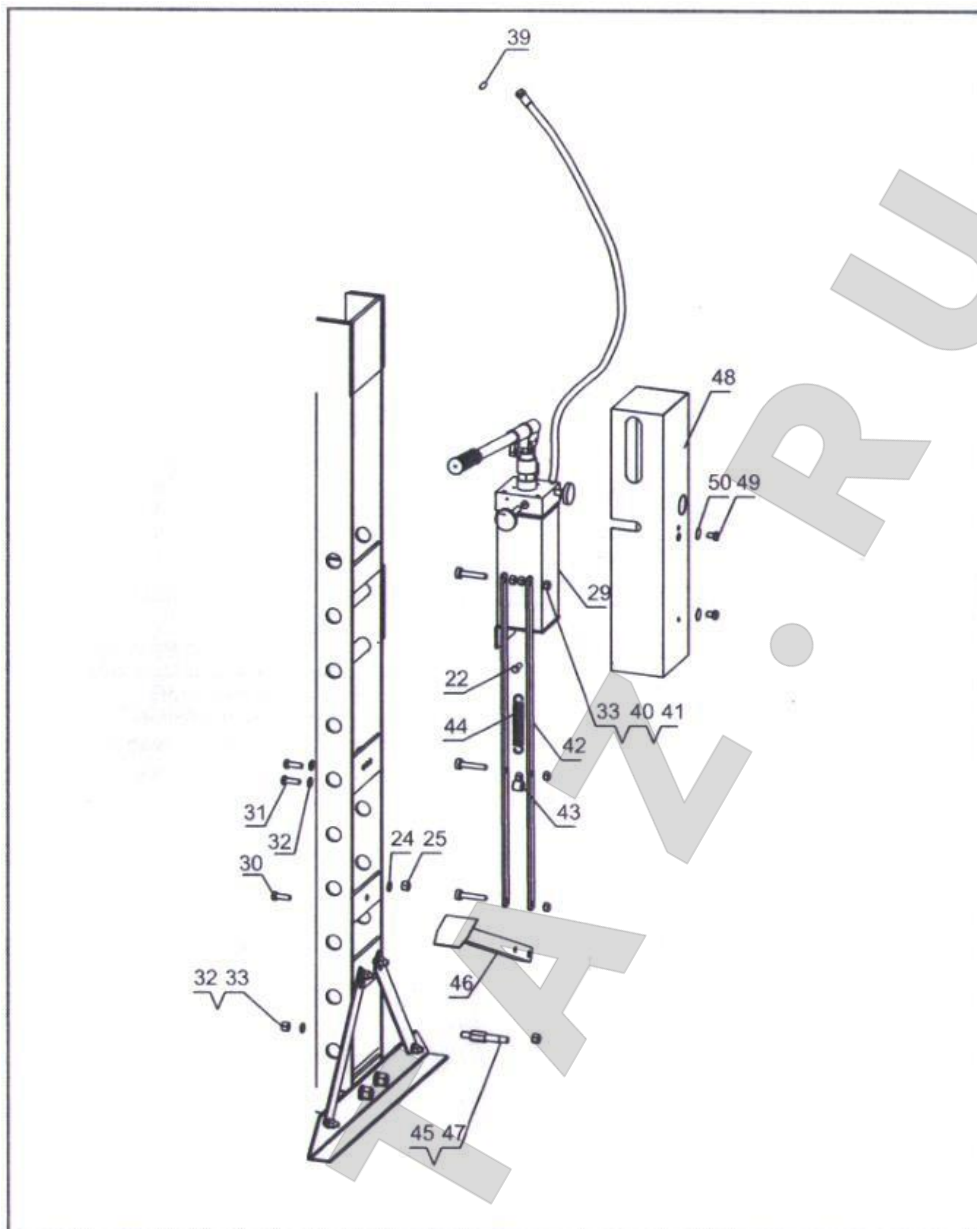

Рис. 2
3. Закрепите насос (29) на правой стойке болтами (31) (30), с шайбами (32) (24) и гайками (25). Закрепите пружину (42) педального узла болтом (22). Закрепите педаль (46) с использованием соединительного болта (45), гайки (32), шайбы (33) и гайки (47). Закрепите педальный узел к рукоятке болтом (40), гайками (33) и гайкой (41). Закрепите крышку насоса (48) на насосе болтами (49) и шайбами (50). Закрепите шланг на силовом цилиндре, установив уплотнительное кольцо (39). См. рис. 2.